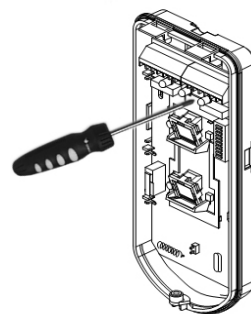

**Figura 7**
4. Fissare la base esterna allo snodo con due viti tramite le predisposizioni S1 e S2 (Figura 7).
5. Inserire nello snodo standard la vite (fornita) di fissaggio ad angolo facendola passare dalla base esterna attraverso il foro a sfondare S3 (Figura 7).
Quando i punti marcati delle due parti mobili sono allineati (figura 7), lo snodo standard si trova in posizione 0°. Ogni "click" verticale da questa posizione corrisponde ad un incremento / decremento di 5°.